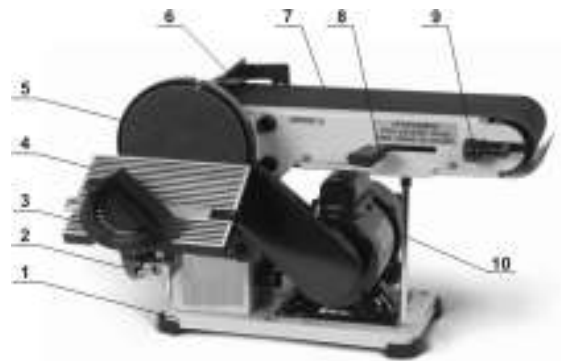

Рисунок 2.
3.3 Основные узлы и детали оборудования (см рис.2).